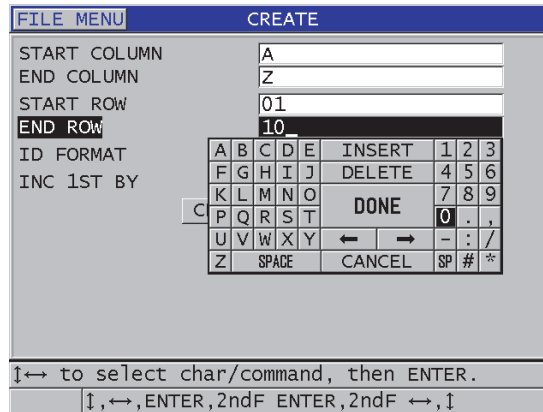

Figura 11-10 Configuración de la serie de códigos de ID para crear un archivo de tipo matriz 2D
3. En la segunda página de la pantalla **CREAR** (ver Figura 11-10 en la página 204):